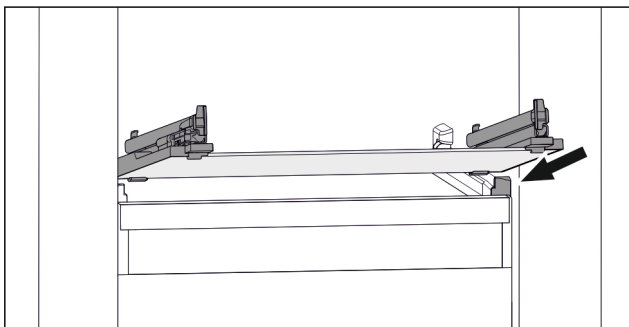

Fig. 98 Lasihyllyn esimerkinomainen kuvaus
- Aseta lasihylly vinosti rajoittimien taakse. (katso Fig. 98)